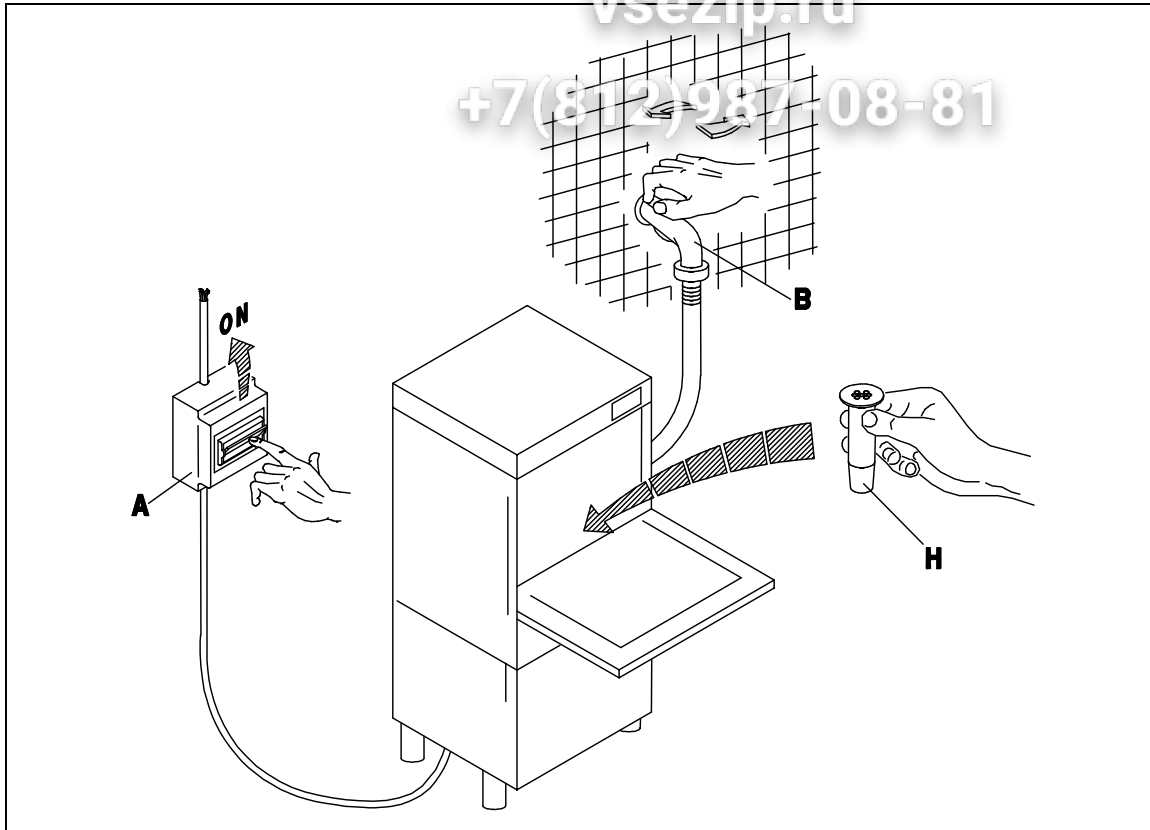

Fig. 3-1
- Aprire il rubinetto dell'acqua (B), inserire l'interruttore generale (A). Togliere il troppopieno e il pannello anteriore sottoporta, per poter accedere al termostato boiler. Attivare l'interruttore principale dell'apparecchio (1), ne conseguirà l'accensione della spia (A) evidenziando che la macchina è sottoposta a tensione. A porta chiusa il boiler si riempie d'acqua, quando l'acqua comincerà ad uscire dai bracci di risciacquo, aprire la porta, inserire il troppopieno, regolare la temperatura sul termostato boiler (temperatura consigliata 85°C), richiudere la porta. Avrà così inizio il riscaldamento dell'acqua del boiler, evidenziato dall'accensione della spia (D), al raggiungimento della temperatura impostata sul termostato boiler, spia (D) spenta, avrà inizio il riempimento della vasca. Il termine della fase di riempimento vasca sarà evidenziato dall'accensione della spia (E). Il tempo di riempimento della vasca è determinato dalla temperatura dell'acqua d'alimentazione e dalla temperatura impostata sul termostato boiler.
Quando la spia di riempimento vasca (E) sarà accesa e quella del boiler (D) sarà spenta, l'apparecchio sarà nelle condizioni ideali per iniziare il lavaggio. (fig. 3-1÷3-2)
- Turn on the water tap (B) and switch on the main switch (A). Take off the overflow pipe and the front panel under the door in order to reach the boiler thermostat. Switch on the appliance, switch (1), which will cause the warning light (A) to illuminate, indicating that the machine is live. When the door is closed the boiler fills with water, when the water starts coming out from the rinse arms, open the door, insert the overflow pipe, adjust the temperature on the boiler thermostat (recommended temperature 85°C) and close the door. The water in the boiler will start heating, indicated by the warning light (D) on. When the adjusted temperature on the thermostat is reached, warning light (D) off, the wash tank will start filling. The end of the tank filling will be indicated by the warning light (E) on. The time of the tank filling depends on the inlet water temperature and on the adjusted temperature on the boiler thermostat.
When the tank filling warning light (E) will be on and the boiler warning light (D) will be off, the appliance will be in the ideal conditions to start washing (fig. 3-1÷3-2).
- Öffnen Sie den Wasserhahn (B) und schalten Sie den Hauptschalter (A) ein. Das Überlaufrohr im Tank herausnehmen und die vordere Blende unter der Türe abnehmen um an den Thermostat zu gelangen.
Wenn die Anzeige (E) leuchtet und die Anzeige (D) erlöscht ist, dann ist die Maschine betriebsbereit und man kann den Spülgang starten (Abb. 3-1 bis 3-2).
- Ouvrir le robinet (B) et insérer l'interrupteur général (A). Enlever le tube trop-plein et le panneau frontal sous-porte pour pouvoir avoir accès au thermostat du boiler. Activer l'interrupteur général de l'appareil (1), le voyant (A) s'allumera, ce qui signifie que la machine est branchée. Avec la porte fermée le boiler se remplit d'eau, quand l'eau commencera sortir des bras de rinçage ouvrir la porte, insérer le tube trop-plein, régler la température sur le thermostat (température conseillée 85°C), fermer à nouveau la porte. L'eau du boiler commencera se chauffer, indiqué par l'allumage du voyant (D). Quand la température affichée sur le thermostat est atteinte, voyant (D) éteint, le remplissage de la cuve va commencer. La fin de la phase de remplissage de la cuve sera indiquée par l'allumage du voyant (E). Le temps de remplissage de la cuve est déterminé par la température de l'eau d'alimentation et par la température affichée sur le thermostat du boiler.
Quand le voyant du remplissage de la cuve (E) sera allumé et le voyant du boiler (D) sera éteint, l'appareil sera dans les conditions idéales pour commencer le lavage (fig. 3-1÷3-2)
- Abrir el grifo del agua (B), introducir el interruptor general (A). Quitar el desbordamiento y el panel delantero debajo de la puerta, para poder acceder al termostato caldera. Activar el conmutador principal del aparato (1), lo conseguirá el encendido del piloto (A) poniendo de relieve que la máquina está conectada a una tensión. A puerta cerrada la caldera se llena de agua, cuando el agua comenzará a salir de los brazos de aclarado, abrir la puerta, insertar el desbordamiento, regular la temperatura en el termostato caldera (temperatura recomendada 85°C), cerrar la puerta. Tendrá así comienzo el calentamiento del agua de la caldera, apuntado al encendido del piloto (D), al alcanzar la temperatura preestablecida en el termostato caldera, piloto (D) apagada, tendrá inicio el llenado de la cubeta. El plazo de la fase de llenado recipiente pondrá de manifiesto, encendido del piloto (E). El tiempo de llenado de la cubeta se determinará por la temperatura del agua de alimentación y de la temperatura establecida en el termostato caldera.
- ECO 50 – temperatura agua de alimentación 16°C, temperatura caldera 85°C, tiempo de carga 25 minutos.Cuando el piloto de llenado cuba (E) será encendido y lo del caldera (D) será apagado, el aparato estará en las condiciones ideales para comenzar el lavado. (Fig. 3-1÷3-2)
- Aprire il rubinetto dell'acqua (B), inserire l'interruttore generale (A). Attivare l'interruttore principale dell'apparecchio (1), ne conseguirà l'accensione della spia (A) evidenziando che la macchina è sottoposta a tensione. A porta chiusa l'acqua del boiler comincerà a riscaldarsi, spia (D) accesa a raggiungerne la temperatura impostata sul termostato boiler, spia (D) spenta, avrà inizio il riempimento della vasca. Il termine della fase di riempimento vasca sarà evidenziato dall'accensione della spia (E). Il tempo di riempimento della vasca è determinato dalla temperatura dell'acqua d'alimentazione e dalla temperatura impostata sul termostato boiler:
- Turn on the water tap (B) and switch on the main switch (A). Switch on the appliance, switch (1), which will cause the warning light (A) to illuminate, indicating that the machine is live. When the door is closed the water in the boiler will start heating, indicated by the warning light (D) on. When the adjusted temperature on the thermostat is reached, warning light (D) off, the wash tank will start filling. The end of the tank filling will be indicated by the warning light (E) on. The time of the tank filling depends on the inlet water temperature and on the adjusted temperature on the boiler thermostat.
- Öffnen Sie den Wasserhahn (B) und schalten Sie den Hauptschalter (A) ein. Den Hauptschalter (1) betätigen, folglich wird die Anzeige (A) aufleuchten. Daran erkennen Sie, daß die Maschine unter Spannung steht. Bei geschlossener Tür beginnt nun die Erhitzung des Wassers im Boiler, Anzeige (D) leuchtet auf. Wenn die eingestellte Boilerteremperatur erreicht ist, erlöscht die Anzeige (D) und es beginnt die Wasserfüllung des Tanks. Sobald dieser mit Wasser befüllt ist wird die Anzeige (E) aufleuchten. Die Dauer der Befüllung des Tanks hängt von der Temperatur des Anschlusswassers und von der eingestellten Boilerterperatur ab.
Wenn die Anzeige (E) leuchtet und die Anzeige vom Boiler (D) erlöscht ist, dann ist die Maschine betriebsbereit und man kann den Spülgang starten (Abb. 3-1 bis 3-2).
- Ouvrir le robinet (B) et insérer l'interrupteur général (A). Activer l'interrupteur général de l'appareil (1), le voyant (A) s'allumera, ce qui signifie que la machine est branchée. Avec la porte fermée l'eau du boiler commencera se chauffer, indiqué par l'allumage du voyant (D). Quand la température affichée sur le thermostat est atteinte, voyant (D) éteint, le remplissage de la cuve va commencer. La fin de la phase de remplissage de la cuve sera indiquée par l'allumage du voyant (E). Le temps de remplissage de la cuve est déterminé par la température de l'eau d'alimentation et par la température affichée sur le thermostat du boiler.
- Abrir el grifo del agua (B), introducir el interruptor general (A). Activar el conmutador principal del aparato (1), lo conseguirá el encendido del piloto (A) poniendo de relieve que la máquina está sometida a una tensión. A puerta cerrada el agua de la caldera comenzará a calentarse, piloto (D) encendido, al alcanzar la temperatura preestablecida en el termostato caldera, piloto (D) apagado, tendrá inicio el llenado de la cubeta. El plazo de la fase de llenado cuba pondrá de manifiesto, encendido del piloto (E). El tiempo de llenado de la cubeta se determinará por la temperatura del agua de alimentación y la temperatura preestablecida en el termostato caldera:
Cuando el piloto de llenado Cuba (E) será encendido y la de la caldera (D) será apagado, el aparato estará en las condiciones ideales para comenzar el lavado. (Fig. 3-1÷3-2)